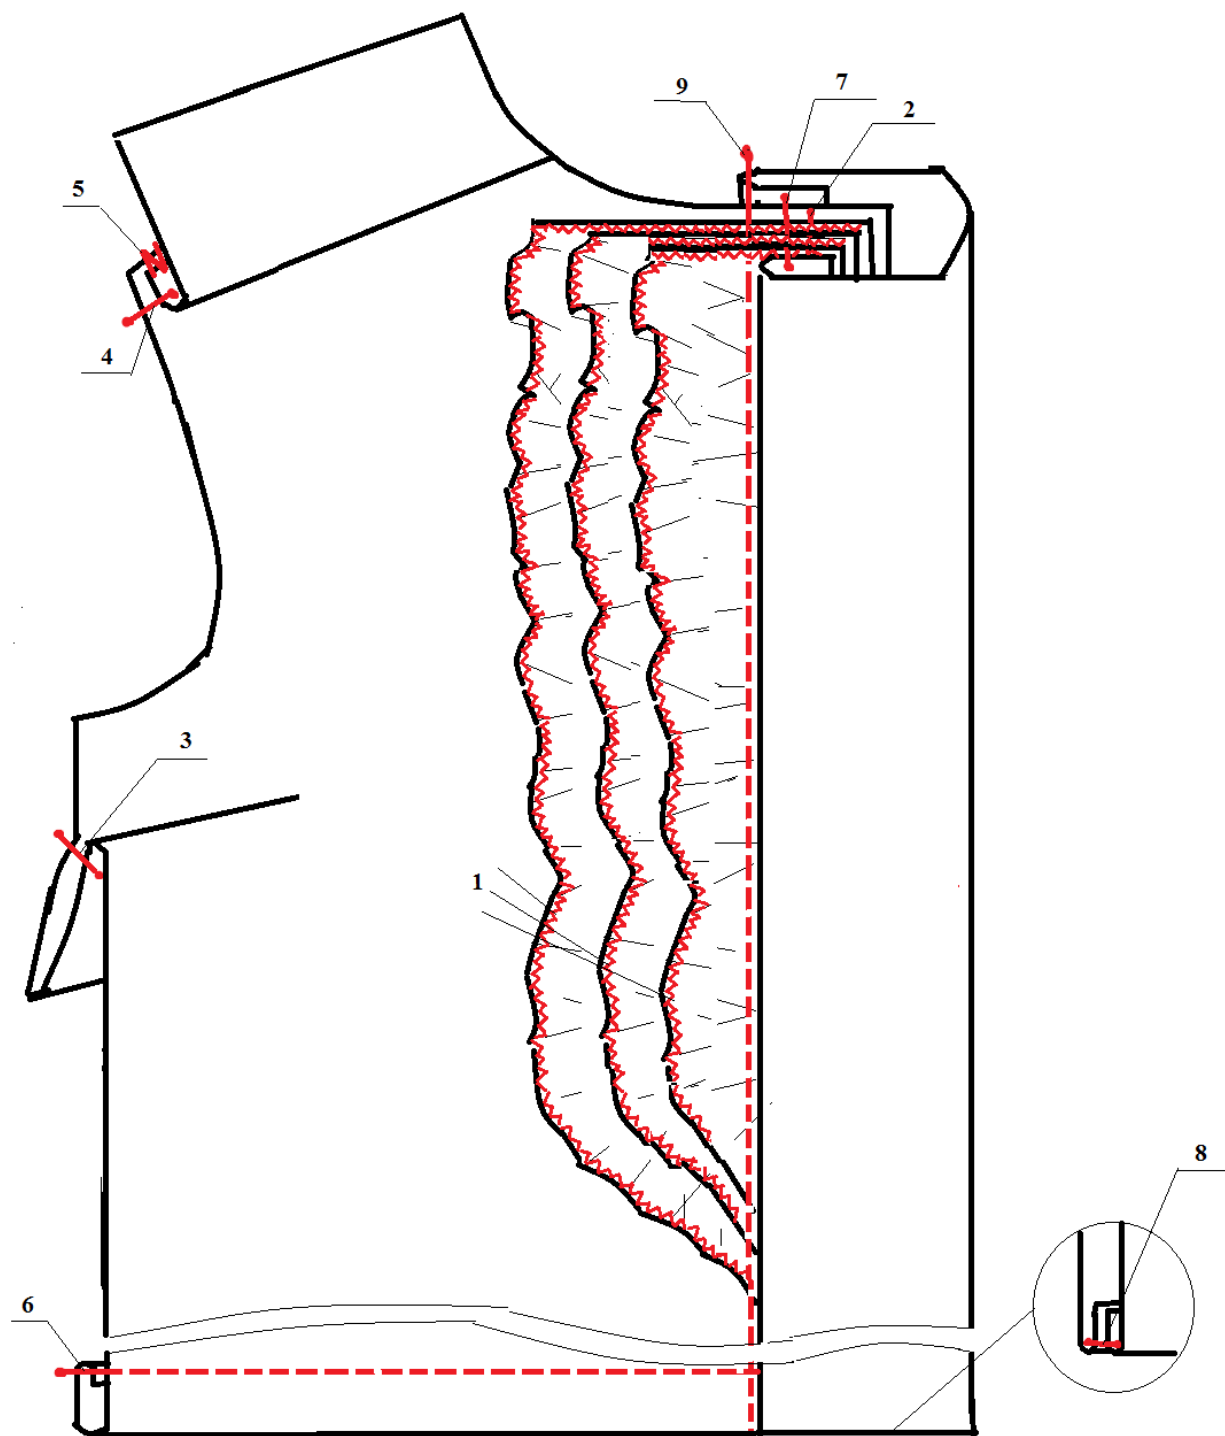

Рисунок 2 – Схема обработки полочки блузки
2. Обработать оборки: обметать короткие и отлетные срезы (строчка 1 на рис. 2), наложить все три оборки друг на друга и проложить сборкообразующие строчки, выполнить сборку.
3. Обработать нагрудную вытачку: стачать, к концу вытачки сводя строчку «на нет» (строчка 2 на рис. 2); заутюжить вытачку вниз.
4. Притачать кокетку (строчка 3 на рис. 2); припуски шва заутюжить в сторону кокетки и обметать.
6. Застрочить нижний срез полочки швом вподгибку с закрытым срезом (строчка 4 на рис. 2).
7. Притачать планку для застежки (строчка 5 на рис. 2); нижние срезы планки выступают на величину шва обтачивания за обработанный низ блузки; припуски заутюжить на планку.
9. Обтачать нижний срез планки (строчка 6 на рис. 2), перегибая планку посередине лицевой стороной внутрь.
11. С лицевой стороны проложить строчку точно в шов притачивания планки (строчка 7 на рис. 2), прихватывая внутренний подогнутый край планки.